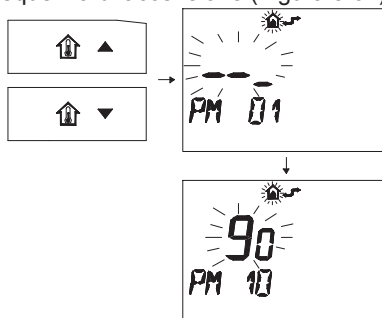

Figura 5.64
- Premere i pulsanti o per visualizzare la programmazione "PM 10" della frequenza di accensione (Figura 5.64).
Nella Figura 5.64 si visualizza un SET programmato di 90 corrispondente ad un tempo di riaccensione di 3 minuti circa. Il campo di regolazioni è da 0 a 8 minuti e mezzo.